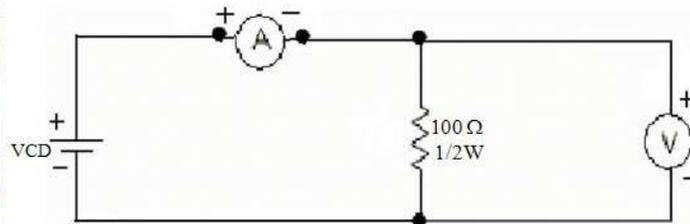

Figura 4.5. Potencia eléctrica en una resistencia
g) Arme el circuito mostrado en la figura 4.5.